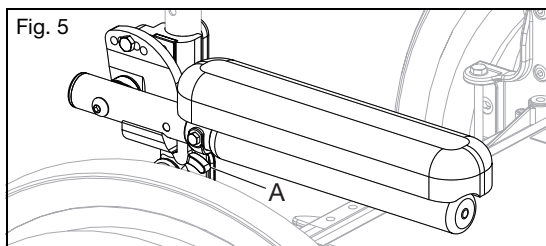

Fig. 5
- a. Poussez le levier de déverrouillage (Fig. 5:A) vers le haut pour libérer l'accoudoir.